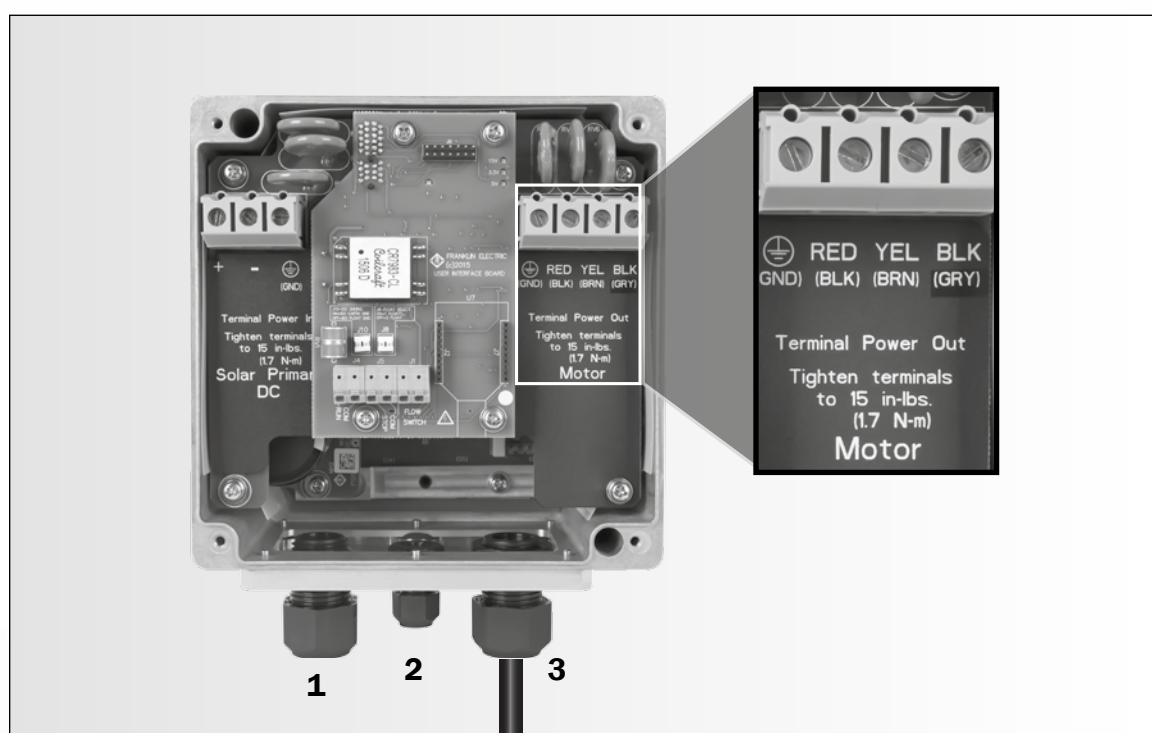

Figura 5: Conexões dos cabos da motobomba
- Passe o cabo da motobomba pelo prensa cabo nº 3 indicado na Figura 5, certificando-se de que a passagem ficou devidamente vedada.
- Conecte os cabos do conjunto motobomba ao bloco de terminais identificado como “motor” (Figura 5) de acordo com a Tabela 1. Torque de aperto: 1,7 Nm (15 in-lbs)